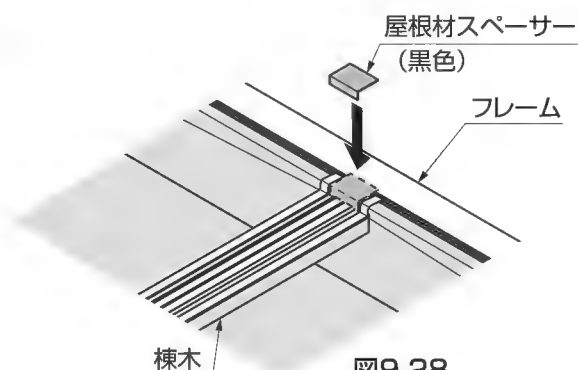

図9-28
③屋根材スペーサーを屋根材間のすき間を埋めるようにフレーム、中間フレームに貼付けてください。（図9-28参照）